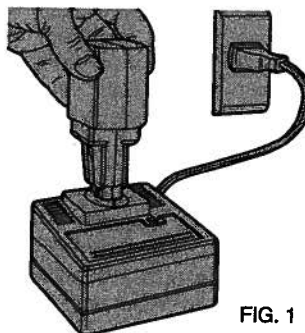

FIG. 1
2. Insérer l'ensemble de piles dans le chargeur comme le montre les figures 1 et 2. S'assurer que l'ensemble de piles est bien installé dans le chargeur. Le témoin rouge (de chargement) clignote continuellement pour indiquer le processus de chargement.
Les chargeurs DW9104 et DW9106 sont conçus pour charger tous les ensembles de piles DeWALT en environ une heure. Il n'est pas nécessaire de régler les chargeurs, car ils sont conçus pour être des plus simples à utiliser. Il suffit de placer l'ensemble de piles dans le logement prévu à cet effet du chargeur branché, comme le montre les figures 1 et 2, et le chargement se fait automatiquement.